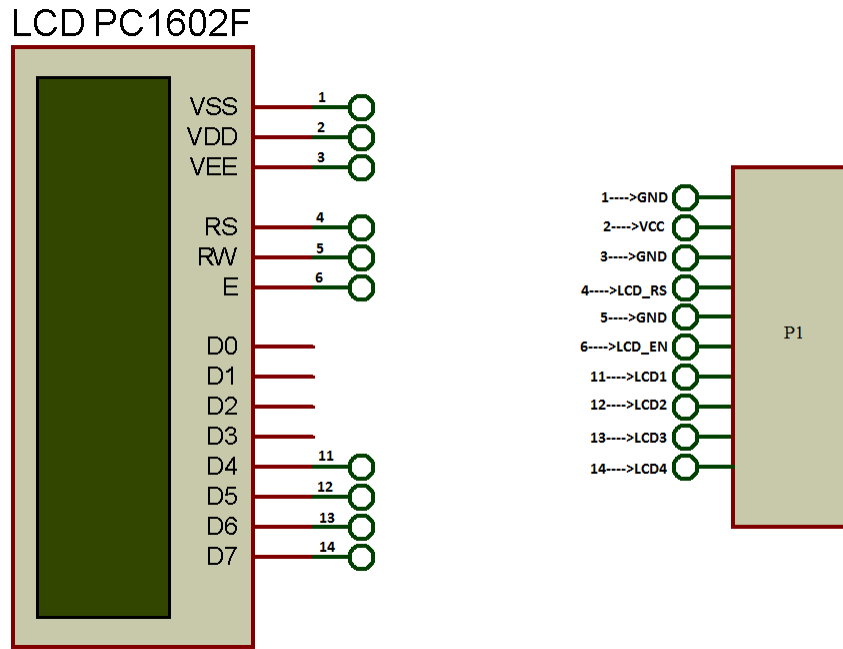

Figura 46: Diagrama esquemático de conexión display LCD 16x2.
- **Paso 3:** Sobre la Figura 46 se ilustra el diagrama esquemático para el conexionado del Display sobre la placa. Implementar la conexión que se indica sobre la Sección 4.4 para el Display 7 Segmentos.